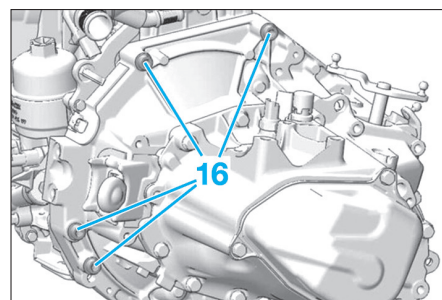

Fig. 6
- les vis (14),
- Déposer les vis de fixation (16) de la boîte (Fig.6).